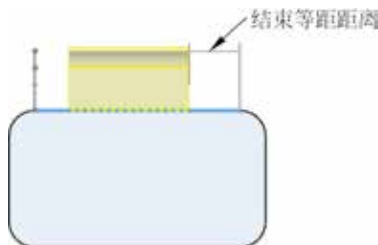

图 5.38 结束等距距离
-  (结束等距距离) 按钮：用于设置斜接法兰结束位置与路径端点之间的间距，如图 5.38 所示。